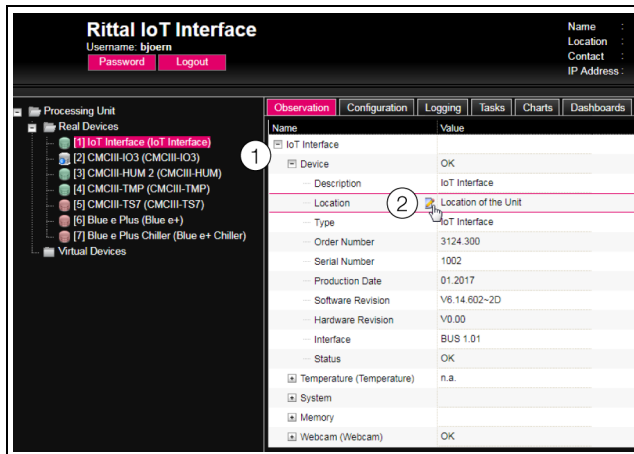

Abb. 23: Auswahl eines einzelnen Parameters
- Klappen Sie nacheinander die Einträge „IoT Interface“ und „Device“ aus, indem Sie auf das „Plus“-Zeichen vor dem Eintrag klicken (Abb. 23, Pos. 1).
- Setzen Sie den Mauszeiger an das Ende der ersten Spalte in der Zeile „Location“ (Abb. 23, Pos. 2). Es erscheint ein „Edit“-Symbol und der Mauszeiger ändert sich in ein „Hand“-Symbol.